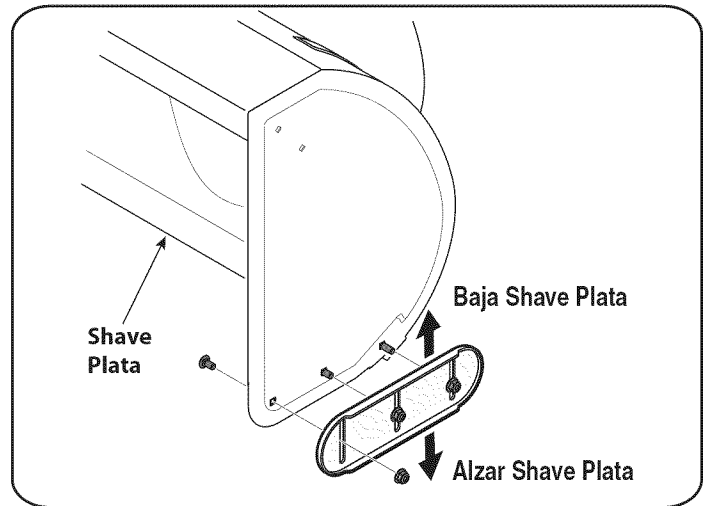

Figura 10
4. Mire debajo del panel de la manija para verificar que todos los cables (de dirección, de la barrena y de transmisión) estén colocados correctamente y no estén apretados ni torcidos. Asegúrese de que los resortes del extremo inferior de la barrena y los cables de la transmisión estén enganchados firmemente en el respectivo soporte del accionador. Vea la Figura 10.
1. Zapatos antideslizantes ajustar aflojando los seis (tres en cada lado) tuercas hexagonales, arandelas planas, y pernos de zapatos antideslizantes garantizar la barrena a la vivienda. Consulte la Figura 10.
2. Si bien la observación de la distancia entre el plato y se afeitan el terreno, ajustar los zapatos patines hacia arriba o hacia abajo para alcanzar la altura deseada afeitado placa. Vea la Figura 10.